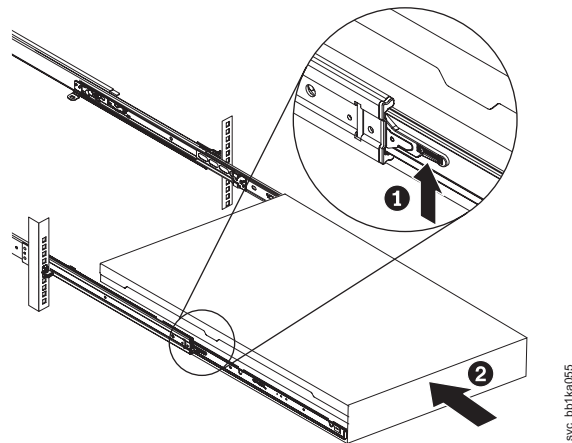

図 116. ラックのスライド・レールの SAN ボリューム・コントローラー 2145-CF8 ロック・レバーを上げる
12. スライド・レール上のロック・レバー (図 116 の **1**) を上げて、サーバー **2** を、所定の位置にカチッと音を立てて収まるまで、ラック内に完全に押し込みます。